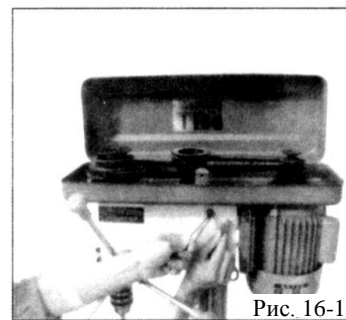

Рис. 16-1
- 3 Двигайте двигатель назад до тех пор, пока не будет достигнуто среднее натяжение ремня. Затем снова затяните зажимную рукоятку. Рис. 16-1 или Рис. 16-2.